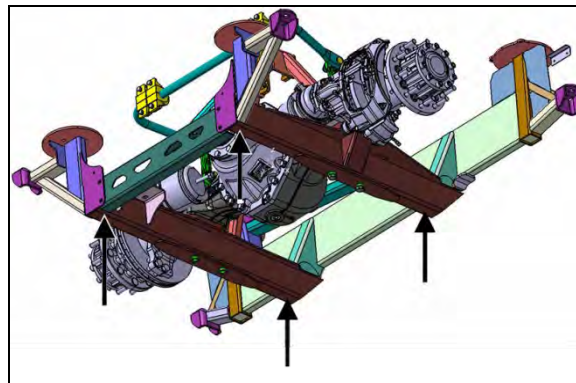

FIGURE 13: SOUTENIR LE CHÂSSIS AUXILIAIRE D'ESSIEU AUX QUATRE EMBLACEMENTS ILLUSTRÉS
8. Poser les chandelles sous le châssis auxiliaire de l'essieu moteur aux quatre emplacements illustrés à la FIGURE 13.